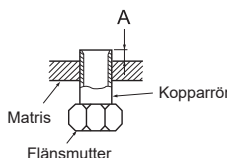

Fig. 5
- För in dräneringsslangen helt ned i botten på dräneringsstråget (slutkoppling). (Fig. 5)